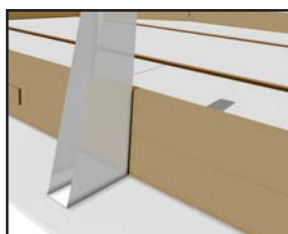

Fig. 15 / Abb. 15 / Afb. 15
- EN LAYOUT OF THE COLUMNS:** • Position the columns at the centre of the lateral of your pool, supported against the boards (figure 15). Tighten the columns well around the entire layer of boards. • Vertically drill the layer using a drill with a \varnothing 10mm bit for concrete, and using the column as a guide. The depth of the hole should be at least 100mm to guarantee good fixing. • Place the fixing bolts (with washers and nuts) into the holes and fix them with the help of a hummer. COMPLETELY hammer in the fixing bolts (only the head should be visible). • Tighten crosswise the 4 nuts. *The support columns are installed with a drill after laying the second layer of boards. Tighten the columns well around the entire layer of boards.*
- FR POSITIONNEMENT DES SABOTS :** • Placez les sabots au centre des grands pans de votre bassin, en appui contre les madriers (figure 15). Plaquez bien les sabots le long des rangées de madriers. • Percez bien verticalement la chape à l'aide d'un perforateur équipé d'un foret béton \varnothing 10 mm, en utilisant le sabot comme gabarit. La profondeur du perçage doit être au minimum de 100 mm pour garantir une bonne fixation. • Placez les gougeons d'ancrage (avec rondelles et écrous) dans les trous et frappez-les à l'aide d'un marteau. Enfoncez ENTIEREMENT les gougeons d'ancrage (seule la tête doit rester visible). • Serrez fermement en croix les 4 écrous. *La pose des sabots s'effectue avec un perforateur une fois la deuxième rangée de madriers en place. Plaquez bien les sabots le long des rangées de madriers.*
- DE ANORDNUNG DER ANSCHLAGWINKEL:** • Platzieren Sie die Anschlagwinkel in der Mitte der langen Seiten des Pools, gegen die Bretter gestützt (Abb. 15). Furnieren Sie die Anschlagwinkel gut entlang der Bretterreihen. • Durchbohren Sie die Schicht vertikal mit Hilfe einer Bohrmaschine und einem Betonbohrer mit 10 mm \varnothing , wobei der Anschlagwinkel als Muster dient. Die Tiefe der Bohrung muss mindestens 100 mm betragen, um eine gute Befestigung zu garantieren. • Platzieren Sie die Befestigungsstifte (mit Unterlegscheiben und Schrauben) in den Öffnungen und schlagen Sie mit einem Hammer darauf. **Hämmern Sie die Befestigungsstifte GANZ ein (nur der Kopf darf noch sichtbar sein).** • Ziehen Sie die 4 Schrauben kreuzweise fest. *Die Positionierung der Anschlagwinkel erfolgt mit einer Bohrmaschine, nachdem die zweite Reihe Bretter platziert wurde. Furnieren Sie die Anschlagwinkel gut an den Bretterreihen entlang.*
NL PLAATSING VAN DE METALEN STEUNBALKEN: •Plaats de metalen steunbalken in het midden van de zijkant de uw zwembad, steunend tegen de planken (afbeelding 15). Schroef de metalen steunbalken stevig vast tegen de plankenrijen. •Boor perfect vertikaal gaten in de betonplaat met behulp van een boormachine voorzien van een boor voor beton van $\varnothing 10\text{ mm}$, gebruik de metalen steunbalk als patroon. De diepte van het boorgat moet tenminste 100 mm bedragen om een goede fixatie te garanderen. •Plaats de ankerbouten (met ringen en moeren) in de gaten en sla ze vast met behulp van een hamer. **De ankerbouten VOLLEDIG vastdraaien** (alleen de kop mag te zien zijn). •Draai de 4 moeren kruislings stevig vast.